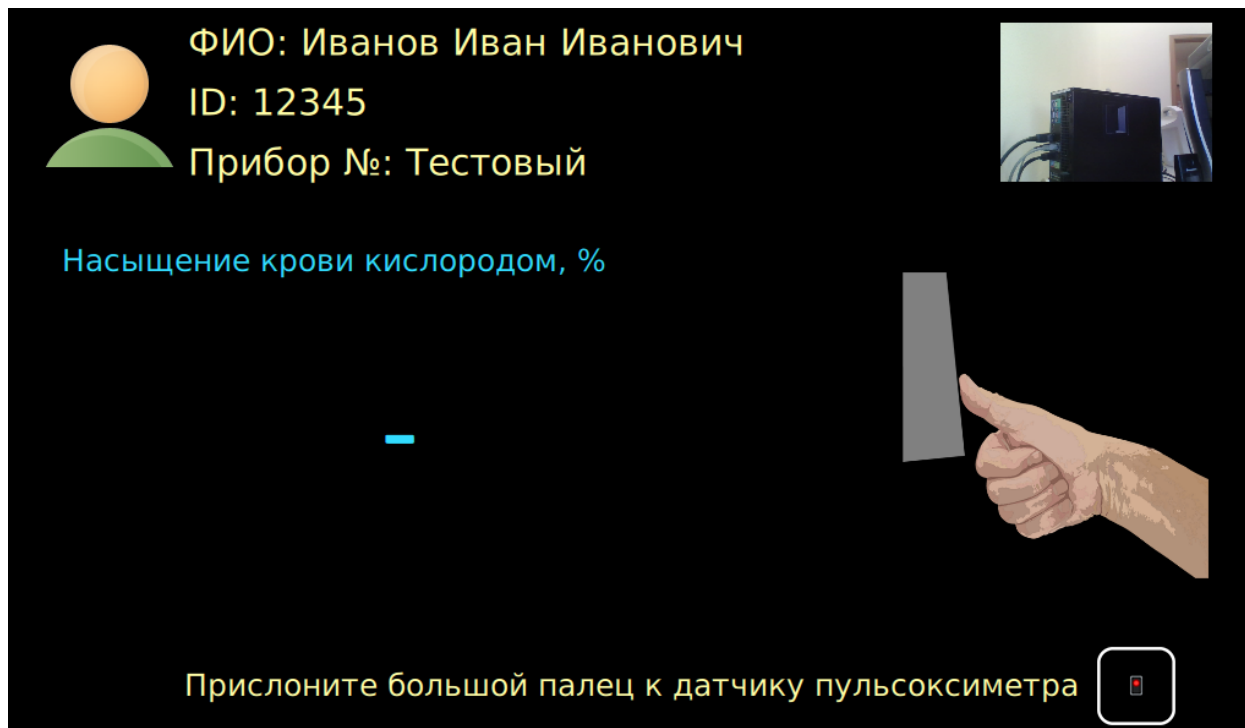

Рисунок 35 – Подготовка к анализу SpO₂
2. Приложите палец к площадке датчика в соответствии с рекомендациями на экране (рисунок 35). Палец должен быть приложен плотно, во время измерения движения пальца и руки не допускаются.
5. Если Комплекс не может вычислить результат анализа, на экране отобразится сообщение «Невозможно выполнить анализ», затем через несколько секунд будет отображен экран п. 2 (рисунок 35). После трех ошибок Комплекс прервет измерение и перейдет к главному экрану (рисунок 24). Возможные причины появления ошибки: